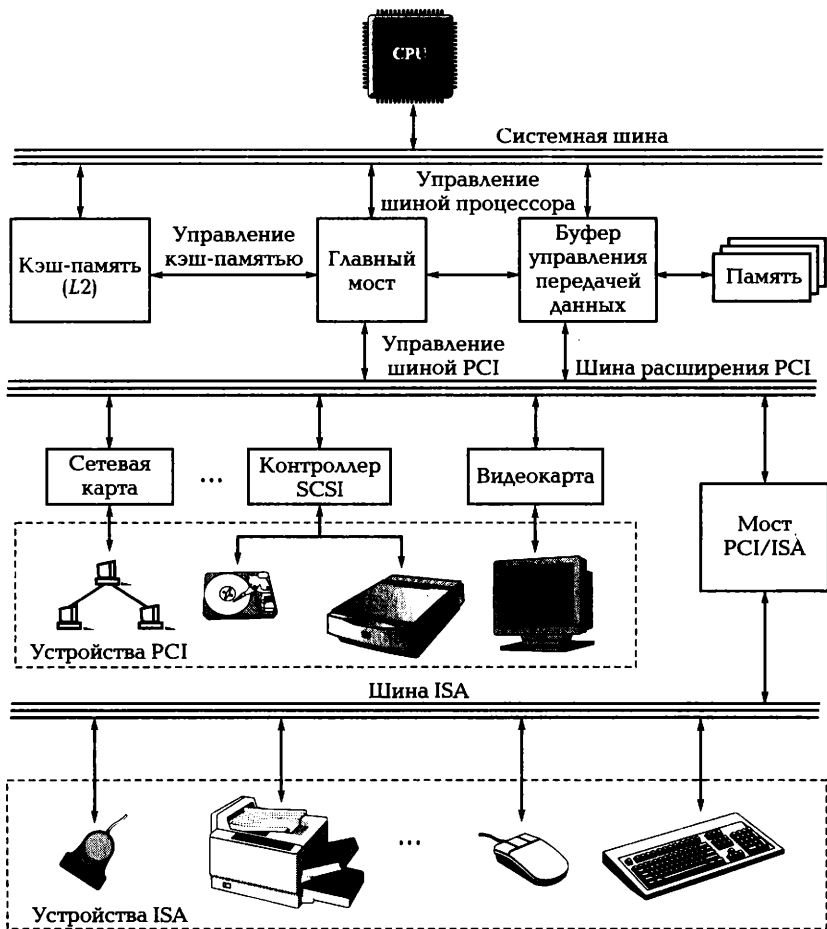

Рис. 2.8. Архитектура шины PCI
*Шина PCI* была разработана фирмой Intel для процессора Pentium. Основопологающим принципом, положенным в основу шины PCI, является применение так называемых мостов (*Bridges*), которые осуществляют связь между шиной PCI и другими типами шин. В шине PCI реализован принцип Bus Mastering, который подразумевает способность внешнего устройства при пересылке данных управлять шиной (без участия CPU). Во время передачи информации устройство, поддерживающее Bus Mastering, захватывает шину и становится главным. В этом случае центральный процессор освобождается для решения других задач, пока происходит передача данных. В материнских платах тактовая частота шины PCI задается как половина тактовой частоты системной шины, т. е. при тактовой частоте системной шины 66 МГц шина PCI будет работать на частоте 33 МГц. Шина PCI стала фактическим стандартом среди шин ввода-вывода. На рис. 2.8 дана архитектура шины PCI.